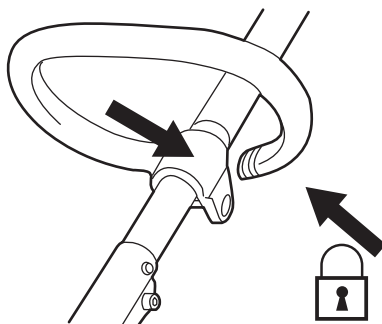

Fig. 1b
- > Placez la poignée auxiliaire (14) sur la partie supérieure du tube (16) et fixez-la avec le boulon (15b) et l'écrou papillon (15a) (fig. 1b).